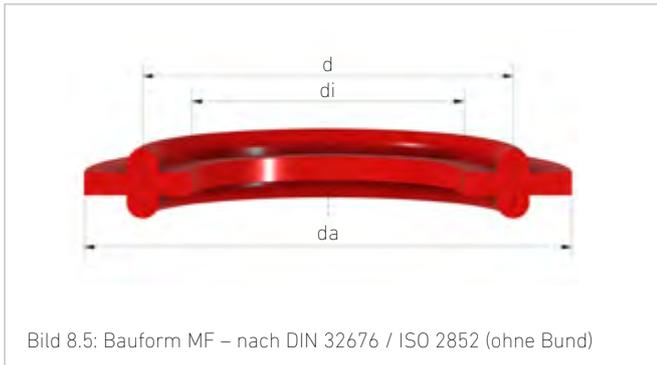

Bild 8.5: Bauform MF – nach DIN 32676 / ISO 2852 (ohne Bund)
- Bauform MF (ohne Bund) – Bild 8.5